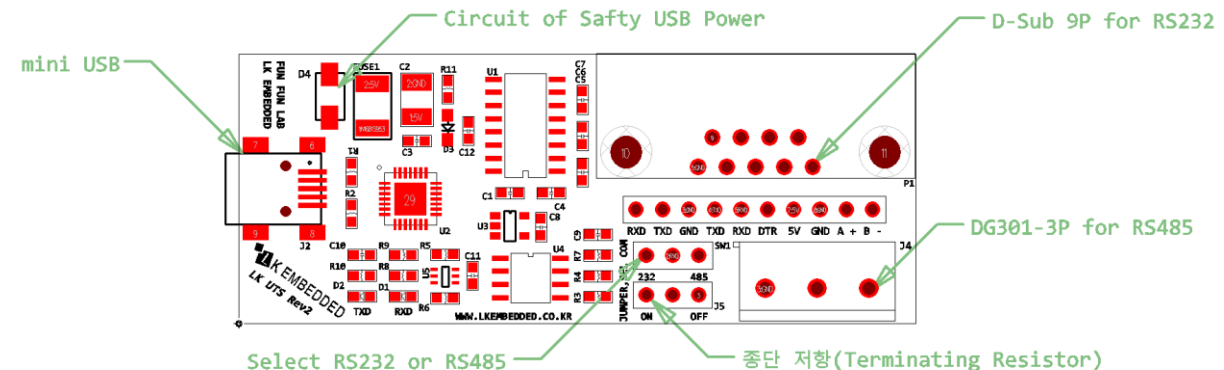

Figure 8. USB to 시리얼 컨버터 스케치 한 사진
- Figure 8은 USB to 시리얼 컨버터(for UART, RS232, RS485)에 각부명칭을 보여주고 있다.